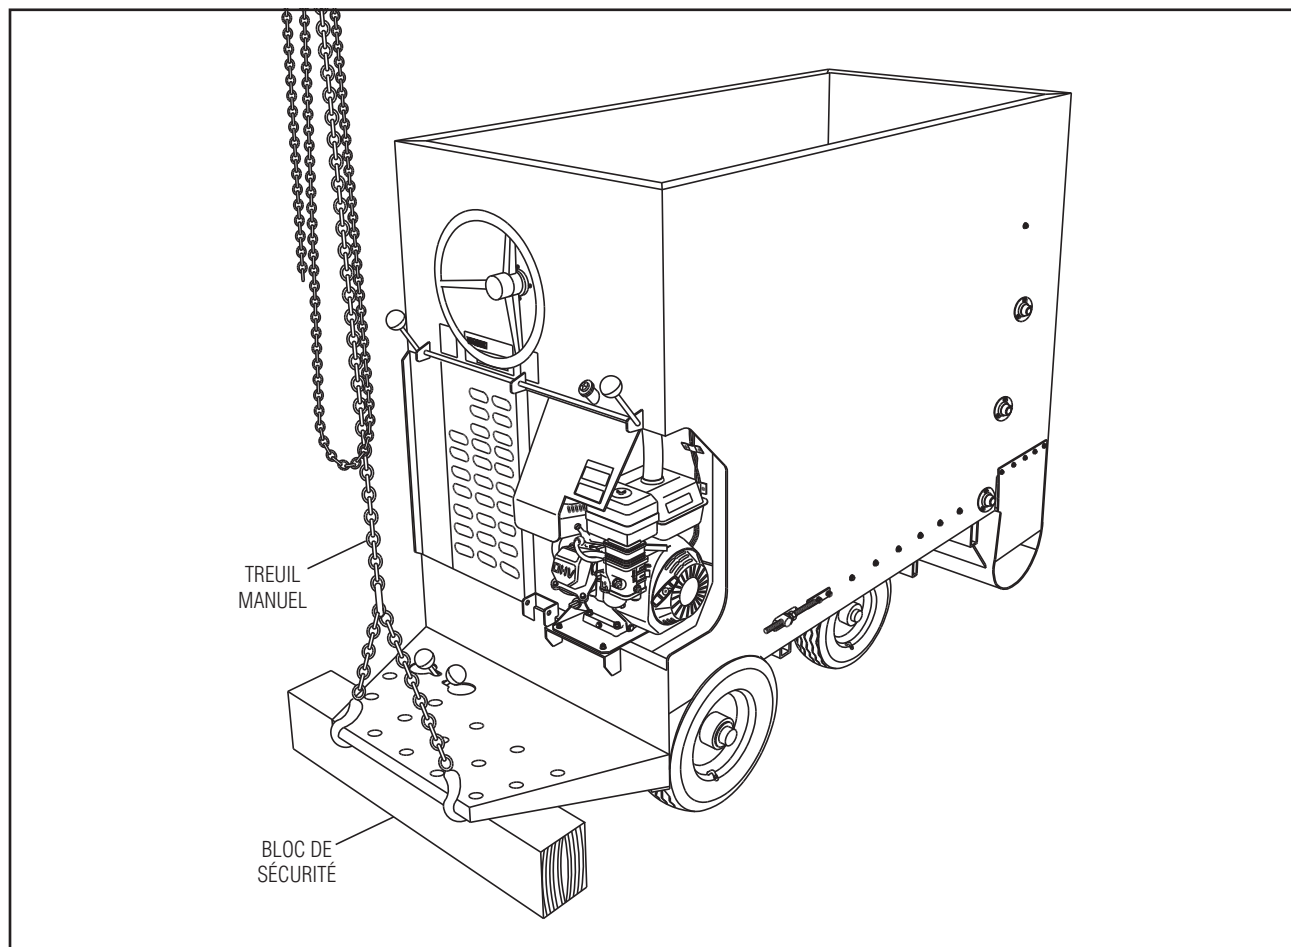

fig. 23 - Bloc de sécurité
1. Soulevez les roues arrière du Chariot. Assurez-vous qu'il est bien maintenue en place par un treuil et des blocs de sécurité installés sous le marche-pied. (Voir figure 23)